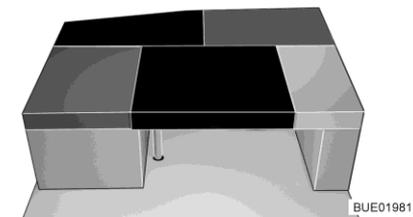

Bild 166 Nach dem Umbau
- Das rechteckige Zusatzpolster auf den Tisch legen (zwischen das Sitzpolster und das Rückenpolster des Seitensitzes, siehe Bild 166).